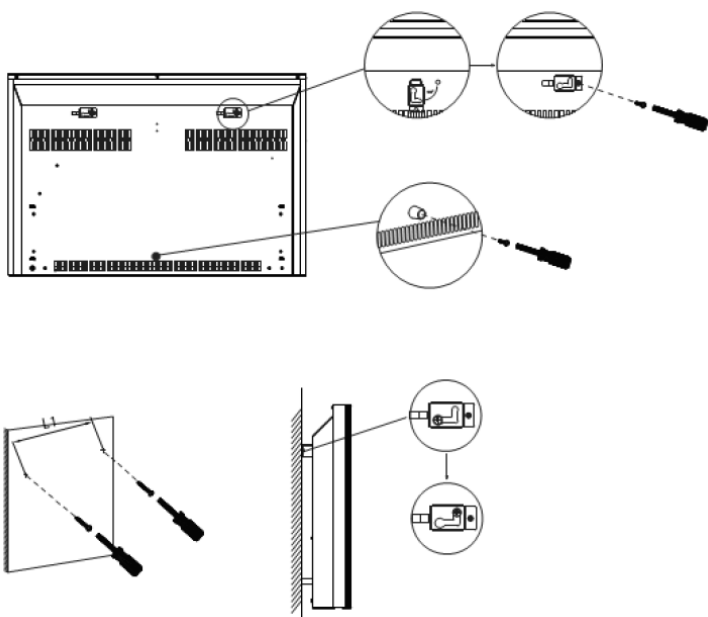

Рисунок 4
6. Присоедините крепежные кронштейны к корпусу конвектора вставив их в отверстия в задней панели, и поверните их против часовой стрелки на 90 °, после чего закрепите винтами. Также прикрутите с помощью винта к задней панели конвектора резиновый ограничитель по центру внизу (см. рис. 4).